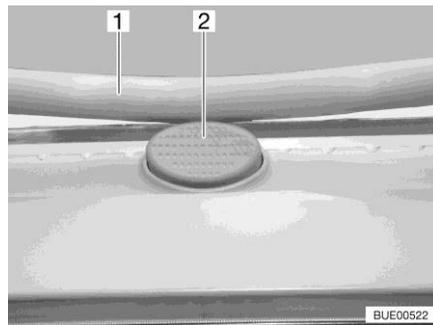

Fig. 119 Botón de seguridad (claraboya Heki)
- Pulsar el botón de seguridad (Fig. 119,2) y tirar el estribo (Fig. 119,1) hacia abajo con ambas manos.
- Presionar el estribo hacia arriba con ambas manos hasta que el estribo se encuentre encima del botón de seguridad (Fig. 119,2).